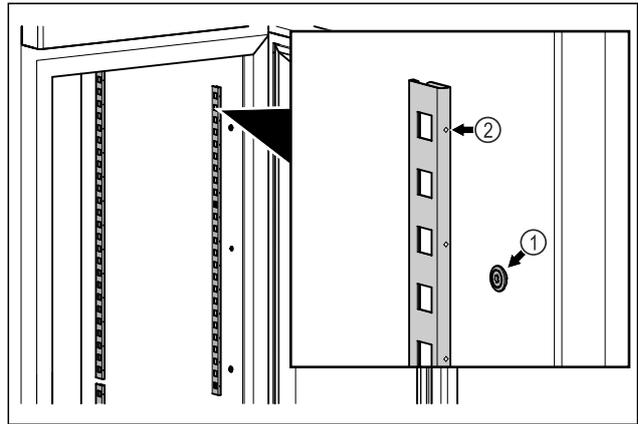

Fig. 15 Beispielhafte Darstellung
- ▶ Rastenleisten in Aufhängung Fig. 15 (1) einhaken. Markierung Fig. 15 (2) muss nach vorne zeigen.